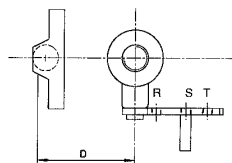

Fig.5
La distance idéale entre les vis et le milieu de la tige est de 45 à 50 mm (Voir Fig.5).
- 3.3 Visser la cheville glissante sur le support (A). La position (R, S ou T) de la cheville est fonction de la course de la vanne (voir Fig.5).